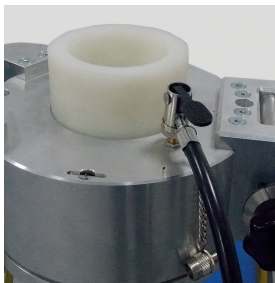

Abb. 10
- Schließen Sie die Druckluftpumpe am Ventil **(9)** an und klemmen Sie das Anschlussstück der Druckluftpumpe mittels Spannhebel fest (siehe Abb. 10).